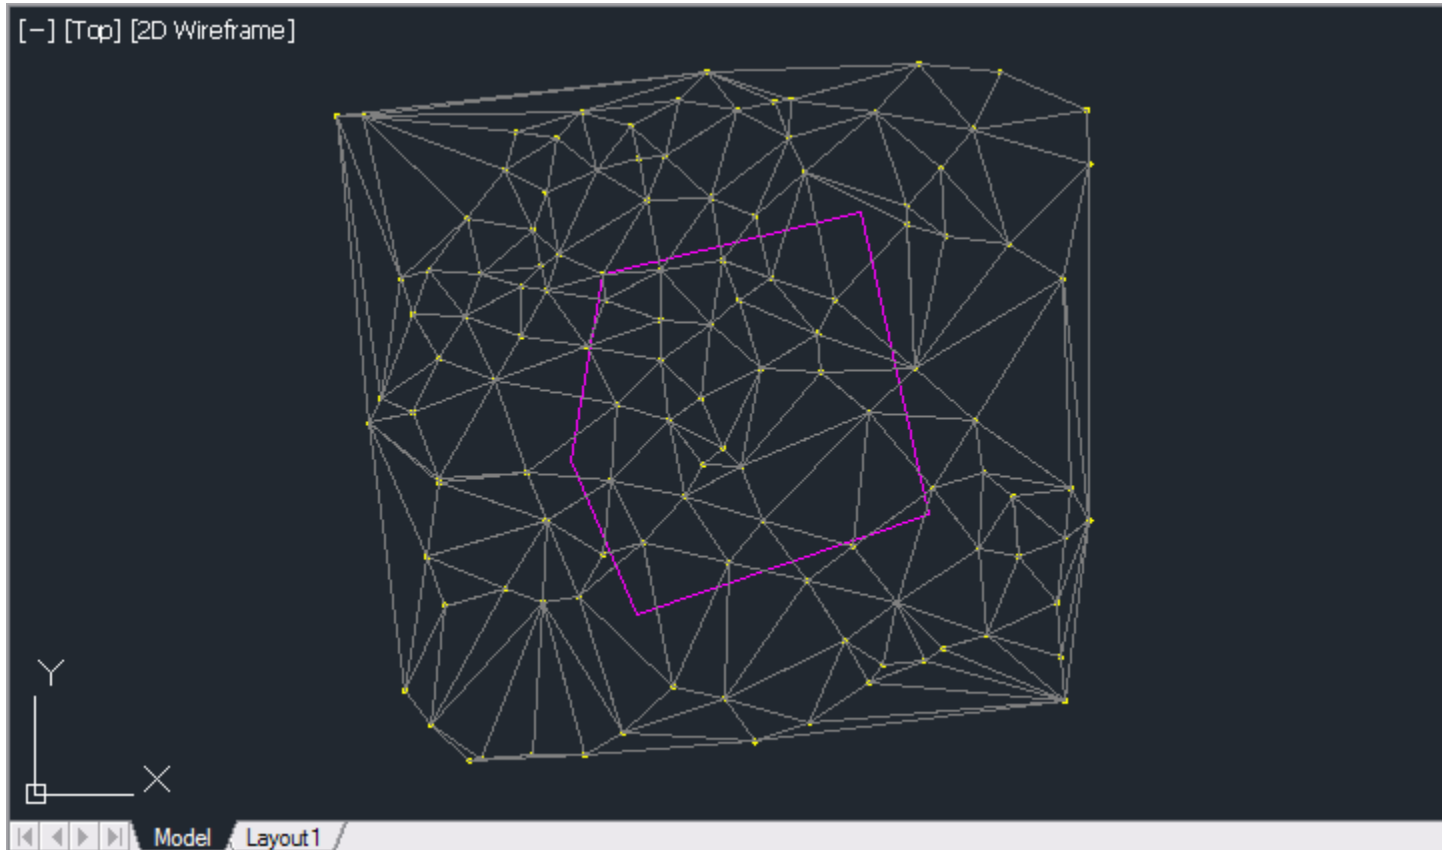

Fig. 1: DEMO2.DWG del directorio CivilCAD
1. Inicie AutoCAD y abra el archivo **DEMO2.DWG** localizado en el directorio CIVILCAD (Fig. 1).